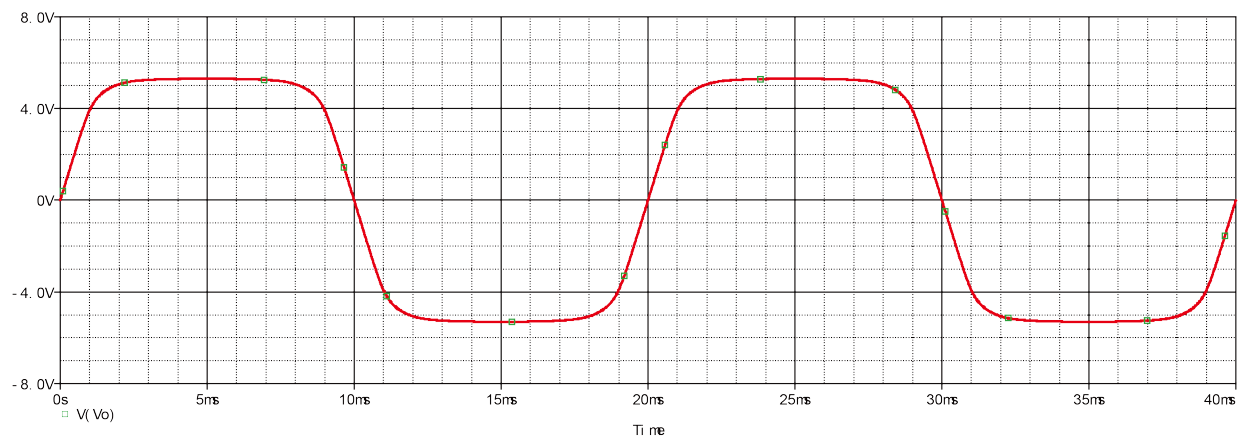

图 6: 稳压二极管电路仿真波形图
- (2) 由图 6 可以看出, 当我们电源电压选择 $20V$ 时, 稳压二极管两端的电压值超过了它的稳压值 $4.7V$ 时, 其输出波形产生了双向削顶现象, 达到了稳压目的。